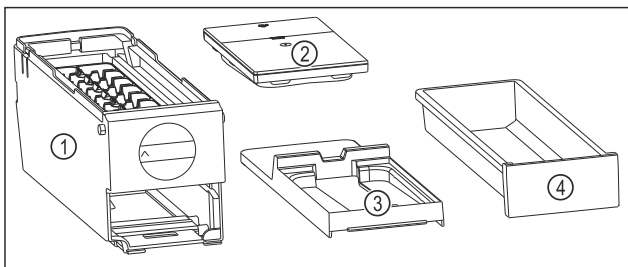

Fig. 132 Componentes del EasyTwist-Ice
- ▷ El EasyTwist-Ice está desmontado en cuatro piezas. (consulte Fig. 132)
- ▶ Desmontar el EasyTwist-Ice solo en los componentes mostrados. (consulte Fig. 132)
- ▶ Limpiar el cuerpo del EasyTwist-Ice Fig. 132 (1) en su totalidad.